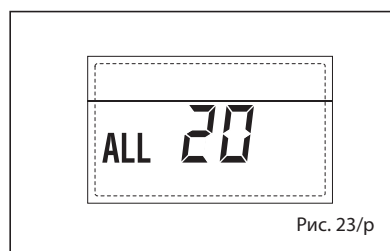

Рис. 23/p
– **НЕПОЛАДКА ПОЛОМКИ ДАТЧИКА ПОДАЧИ ПЕРВОЙ СМЕШАННОЙ ЗОНЫ «ТРЕВ 21» (рис. 23/q)**